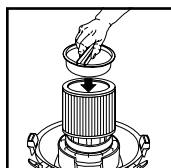

FIGURA 13
20. Coloque el retenedor del filtro dentro de la parte superior del filtro de cartucho. **FIGURA 13.**